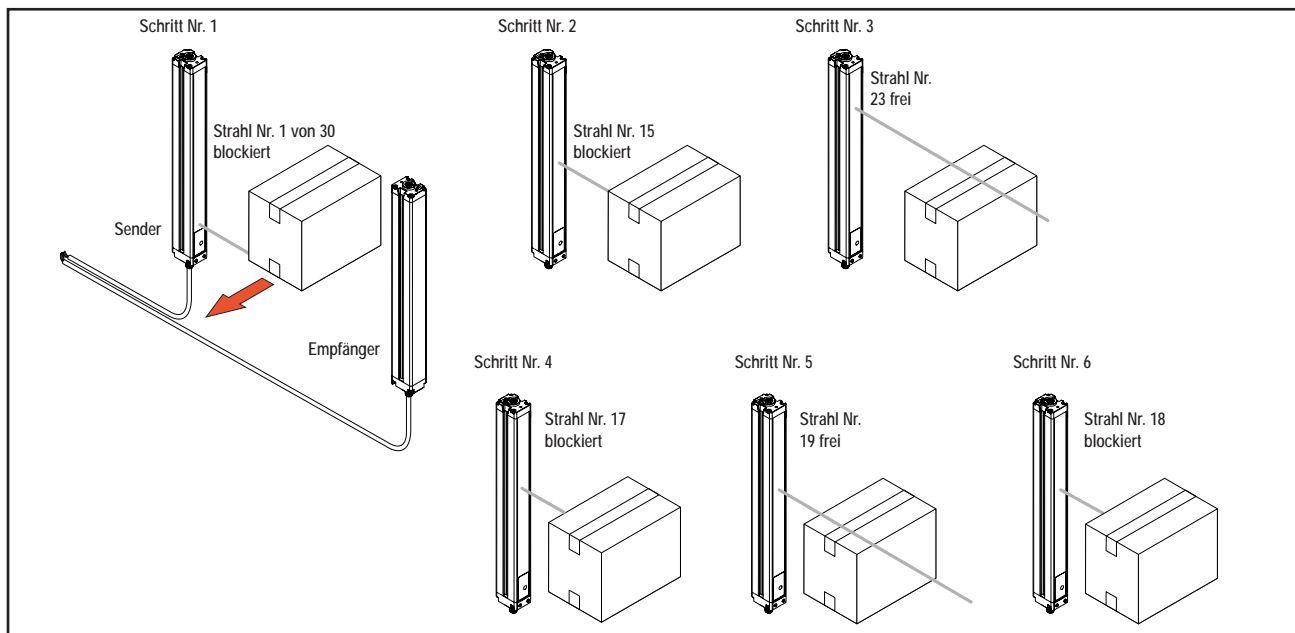

Abbildung 1-7. Auffinden einer Kante mit binärer Suche (einfacher Konturenscan)
1. Der Empfänger scannt nur den ersten Strahl, bis er blockiert wird (siehe Abbildung 1-7).